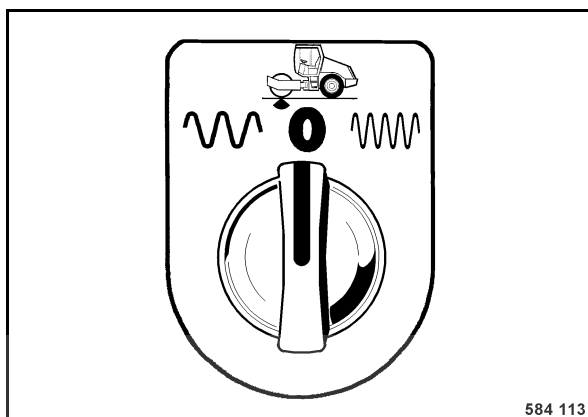

fig. 48
- Sélectionner les fréquences/amplitudes à l'interrupteur rotatif (fig. 48).